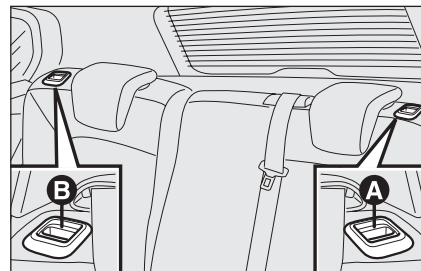

рис. 96
- используйте рукоятки **А** или **В**-рис. 96 для деблокировки соответственно левой или правой части спинки сиденья, а затем направления спинки сиденья на шторку.